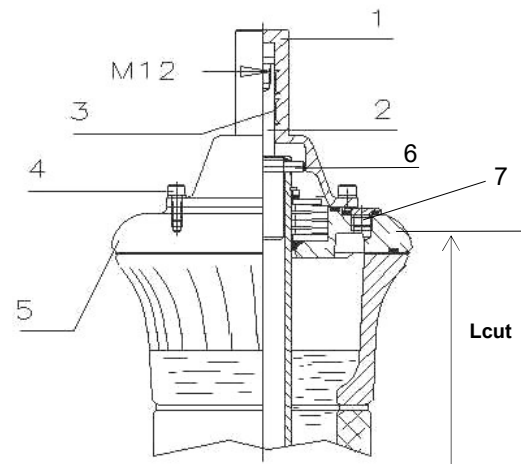

Fig. 11
Per passanti con corrente nominale fino a 800A, la treccia proveniente dagli avvolgimenti del trasformatore entra nel tubo centrale passante, fino al capocorda posizionato nella testa del passante (fig. 11 e fig. 12) Usare una o più trecce la cui sezione totale ha una densità di corrente non superiore a $2 \cdot 2.5 \text{ A/mm}^2$.
Con riferimento alle figure 11 e 12, effettuare il collegamento nel modo seguente:
- fissare una vite al foro filettato M12 sulla testa del capocorda (vedi fig. 11 pos. 1) e legare ad essa una cordicella;
L'asta spinterometrica superiore va fissata utilizzando 1 dei 4 bulloni usati per fissare il terminale superiore del passante alla testa (fig. 11 pos. 4).